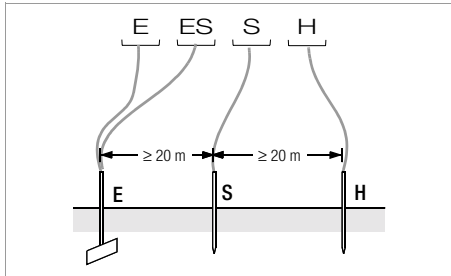

Bild 3 Messung des Erdungswiderstandes nach dem Vierleiterverfahren
- ☞ Setzen Sie die Spieße für Sonde und Hilfserder in mindestens 20 m bzw. 40 m Entfernung vom Erder (vgl. Bild 3 Seite 15).